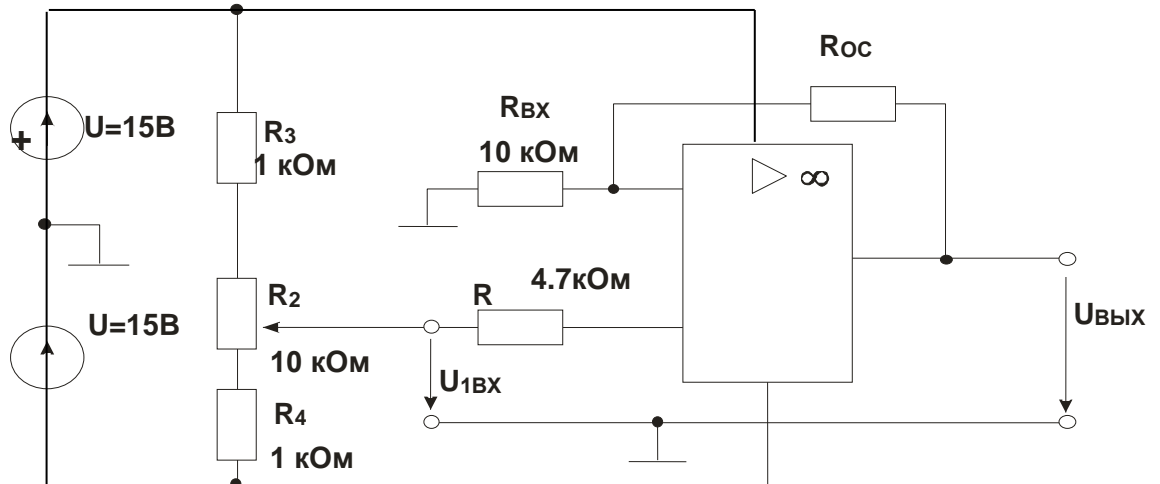

Рис. 8.2.2.
- Соберите цепь по схеме (рис. 8.2.2). Используя мультиметр, измерьте выходное напряжение  $U_{\text{ВЫХ}}$  при различных значениях сопротивления отрицательной обратной связи  $R_{\text{ОС}}$  и входного напряжения  $U_{\text{ВХ}}$  согласно таблице 8.2.1.